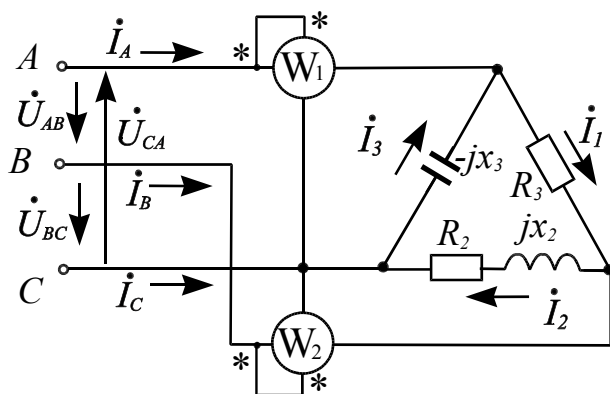

Рис. 3.3.3
2. Схема включения приемников. Номинальные напряжения приемников равны линейным напряжениям сети, это значит, что приемники должны быть включены между линейными проводами, что образует соединение треугольником. Схема замещения с учетом характера приемников приведена на рис. 3.3.3.